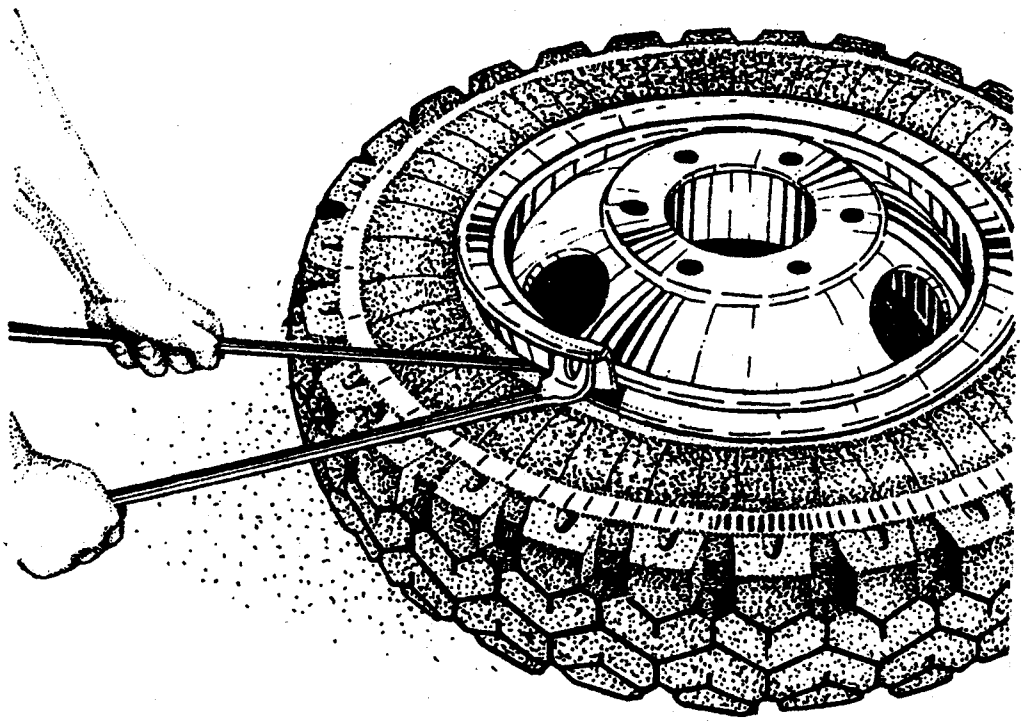

Рис. 74. Извлечение бортового кольца из замочной канавки обода
6. Поддерживая бортовое кольцо вилочной лопаткой, выжимать бортовое кольцо, пока оно не выйдет полностью из замочной канавки обода (рис. 74).